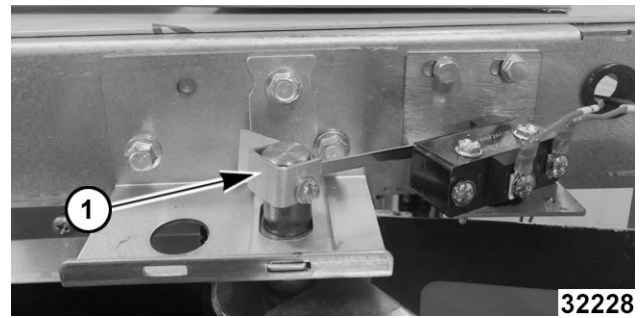

Fig. 37
2. If servicing right side door, remove door switch lever (1, Fig. 37).